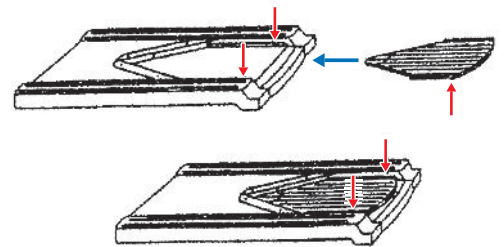

図3. ①～④の部品の取り付け方
【2】①～④の部品を取り付ける時は、図3の様に①～④の部品を⑤本体に滑り込ませ、カチャッと音が鳴る所まで挿入します。